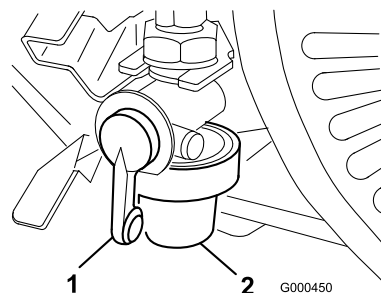

Figure 26
1. Fermez le robinet d'arrivée de carburant et dévissez la cuve du corps du filtre (Figure 26).